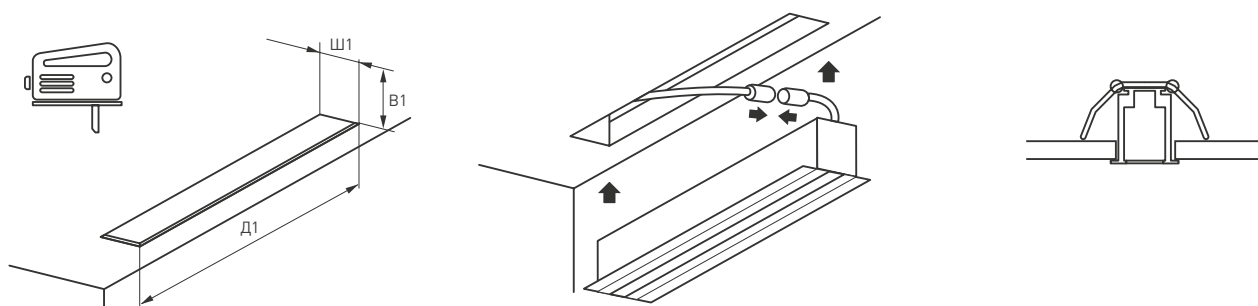

Рис. 3. Установка светильников на пружинных креплениях в нишу потолка
- Присоедините провода питания светильника к источнику питания DC 24 В. Для этого используйте специальный коннектор и герметичную кабельную муфту (см. рис. 3). Соблюдайте порядок подключения проводов: коричневый (красный) — «+»; синий (черный) — «-». Светильник оборудован двумя проводами питания, расположенными в начале и в конце светильника. Провода имеют герметичные соединительные разъемы гнездо/штеккер. Для присоединения к источнику питания DC 24 В (приобретается отдельно) необходимо использовать присоединительный коннектор (NEO-TAIL-R15-200-CON-M, арт. 028120). На свободный разъем последнего светильника в линии необходимо устанавливать герметичную крышку (NEO-CAP-R15-CON-F, арт. 028121).
- При установке на светильник пружинных креплений из комплекта поставки возможна установка светильника в нишу подшивного потолка из ГКЛ. При этом закладная часть не используется (см. рис. 3).